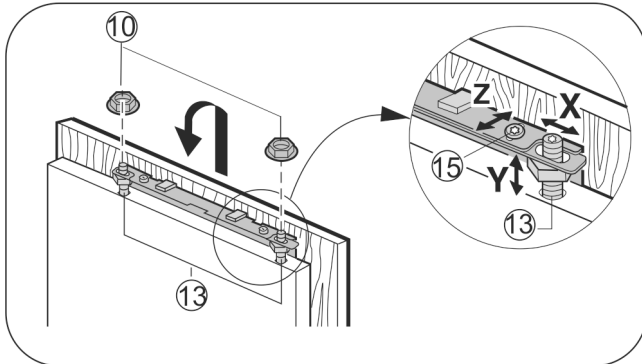

Fig. 19
- ▶ Прилаштуйте дверцята шафи на регулюючі гвинти Fig. 19 (13) та нещільно закрутіть на них контргайки Fig. 19 (10).
- ▶ Вирівняйте висоту Y та боковий нахил дверцят шафи: Встановіть регулюючі гвинти Fig. 19 (13) за допомогою викрутки.
- ▶ Затягніть контргайки Fig. 19 (10).